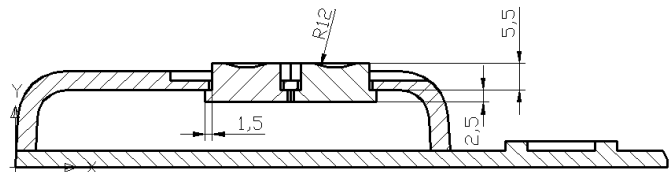

Bild 10
- 8.4 Erstellen Sie das BKS *Schnitt* nach Bild 10.
- 10.1 Zeichnen Sie eine Taste nach Bild 10.
- Taste zeichnen, fehlende Maße siehe Bild 10